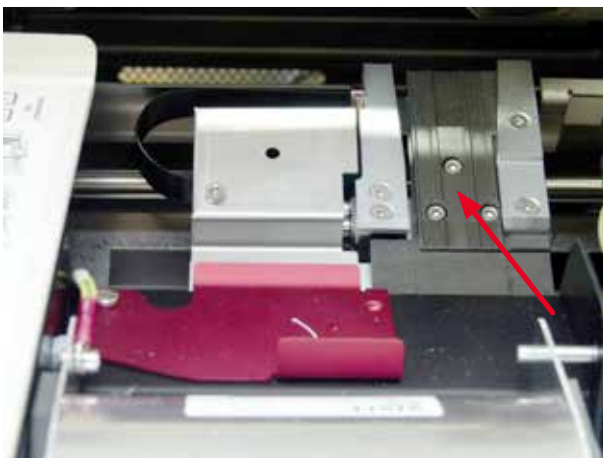

Fig. 50
- Transportstation (→ "Fig. 50")
- Luk klappen efter rengøring, og før apparatet bruges (→ "Fig. 50").